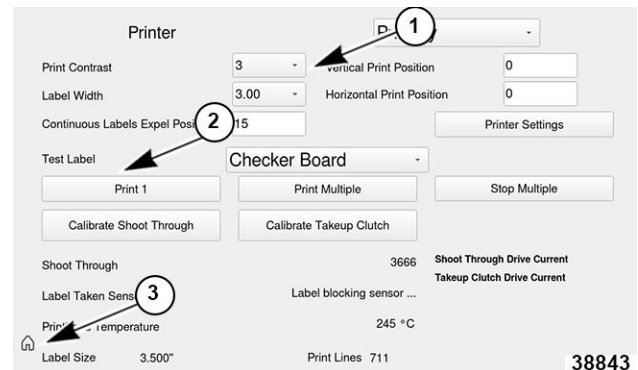

Fig. 132
5. Seleccione la casilla **Contraste de impresión** y seleccione el valor deseado (1, fig. 132).
6. Seleccione el botón **Imprimir 1** según sea necesario para imprimir una etiqueta y verificar el ajuste (2, fig. 132).
7. Seleccione el icono de **inicio** una vez finalizada la operación (3, fig. 132).